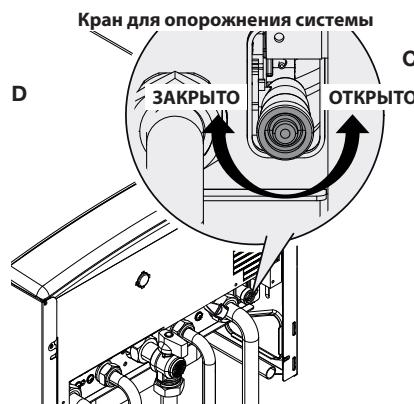

Рисунок 9.3**9.5 Очистка первичного теплообменника**
- Откройте кран опорожнения котла, см. Рисунок 9.3.